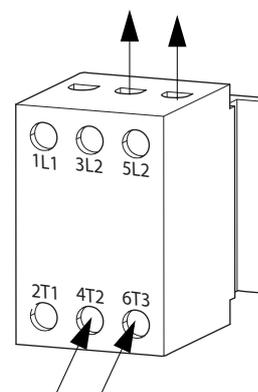

FIG. 9: Morsetteria dell'interruttore di disconnessione
4. Attaccare il filo di terra al terminale di messa a terra all'interno della scatola di derivazione (K).
5. Fare riferimento alla FIG. 9 e collegare i fili dal cavo di alimentazione ai terminali 4T2 e 6T3 sulla morsetteria dell'interruttore di disconnessione.